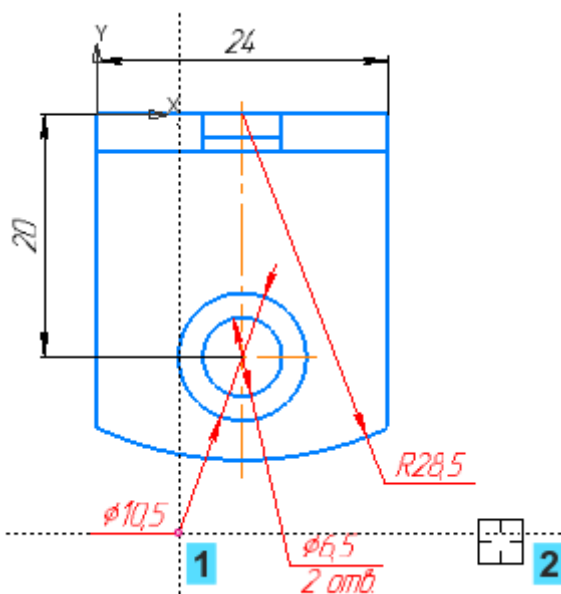

Рисунок 8
- Укажите горизонтальную прямую (курсор 2). (рисунок 8)